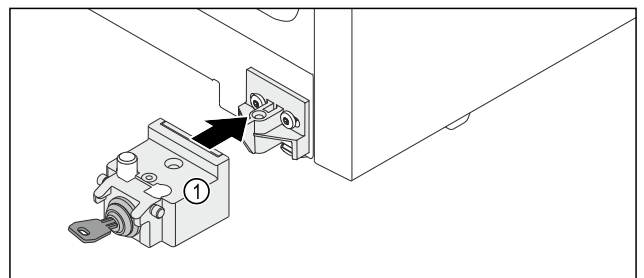

Fig. 18
- Sluiting Fig. 18 (1) plaatsen.